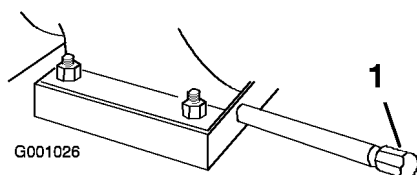

Figura 42
1. Pulite l'area intorno al tappo di spurgo dell'olio (Figura 42).